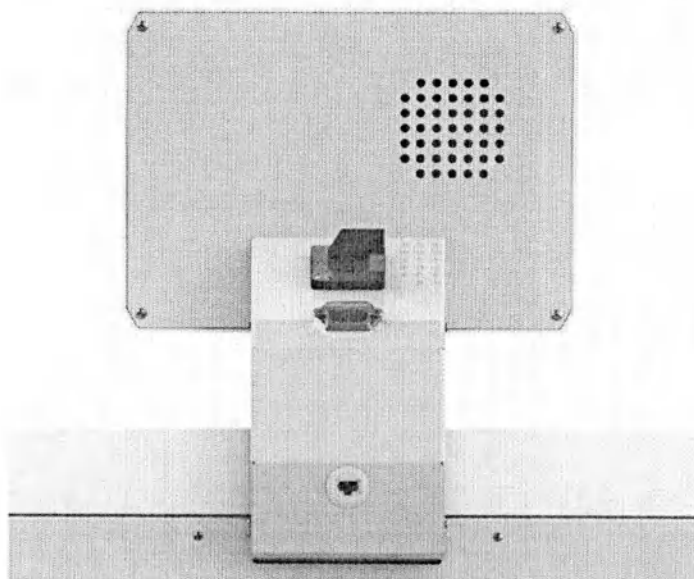

Рисунок 3.11 – Выключатель и разъем питания
3.3.7 Выключатель питания предназначен для включения (положение «1») и выключения (положение «0») Изделия. Выключатель питания расположен на корпусе основания панели управления Изделия (Рисунок 3.11). Для отключения Изделия в экстренных ситуациях используйте выключатель.
3.3.8 Кабель питания предназначен для подключения Изделия к внешней электросети посредством разъема, расположенного на корпусе основания панели управления Изделия (Рисунок 3.11).